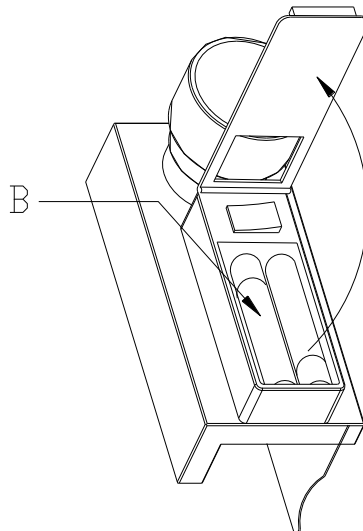

Abbildung 2
- Die Klappe des Batteriefachs öffnen (**siehe Abb. 2**).